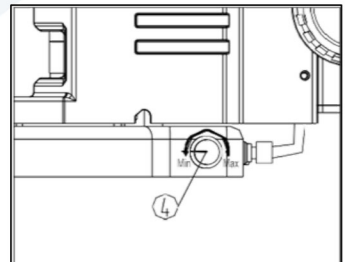

Fig. 7
- Gire el mando de ajuste de la luz (4) para ajustar el brillo de la iluminación. Gire el mando de ajuste de la luz en el sentido de las agujas del reloj para aumentar el brillo, y en sentido anti horario para disminuir el brillo. (Ver Fig.7)